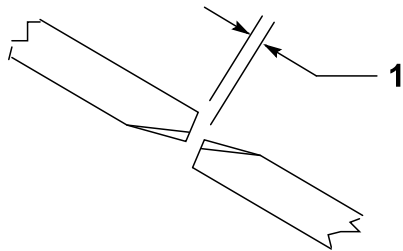

Figura 28
Para asegurar la operación correcta de la unidad de corte, debe haber una separación de entre 10 y 16 mm entre los extremos de las cuchillas de las carcassas de corte laterales y central (**Figura 28**).
2. Gire una cuchilla central y una cuchilla lateral de manera que las puntas estén alineadas. Mida la distancia entre los extremos de las cuchillas (**Figura 28**).